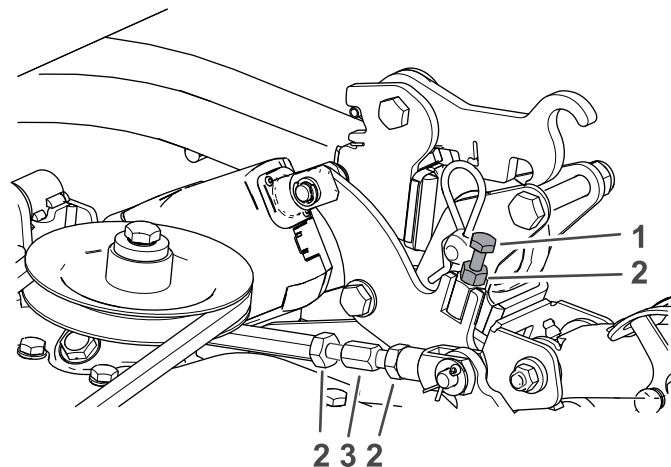
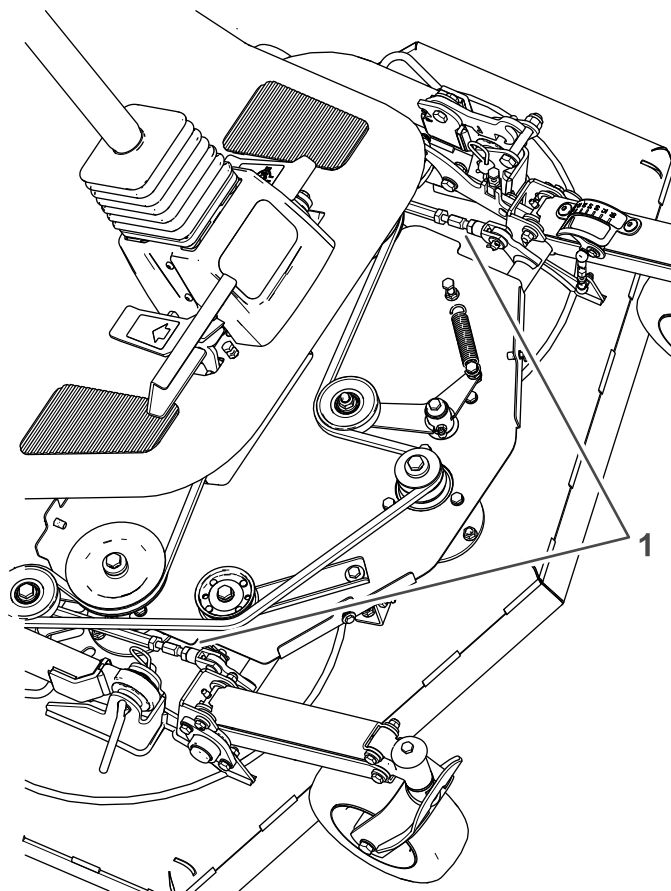

図 99
図 100
- B. 前部を 64 mm に上げるには、ジャムナットをゆるめて調整ボルトで調整する 図 99を参照。
- C. カuttingユニットの後部を上げるには、カuttingユニット両側のタイロッドのジャムナットをゆるめる 図 99と 図 100。
6. タイロッドのジャムナット 図 99 を締めつける。